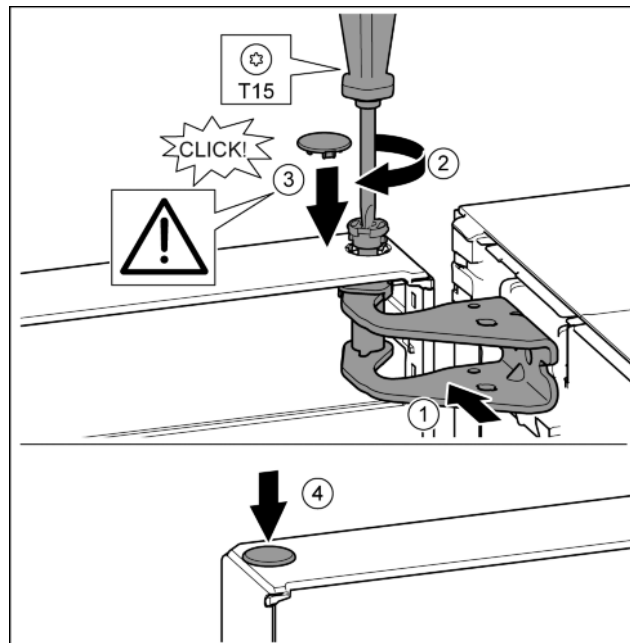

Fig. 22
- Nolīmeņojiet durvju augšdaļu pret atveri gultņa balstā. Fig. 22 (1)
- Ievietojiet tapu un pieskrūvējiet ar skrūvgriezi T15. Fig. 22 (2)
- Uzmontējiet aizturu pārsegu, lai nostiprinātu durvis: ievietojiet aizturu pārsegu un pārbaudiet, vai tas balstās uz durvīm. Pretējā gadījumā pilnīgi ievietojiet tapu. Fig. 22 (3)
- Ievietojiet aizbāzni. Fig. 22 (4)